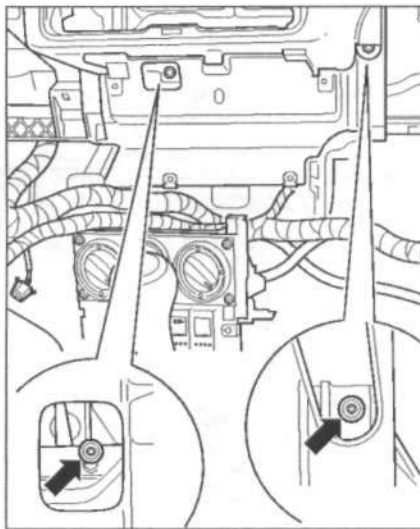

Рис. 13.66. Выкрутите два винта (стрелки).
19. Выкрутите два винта (стрелки) (рис. 13.66).